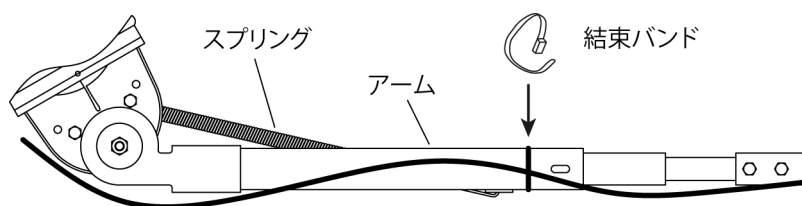

Fig.18
8) アームに付属の結束バンドで、ケーブルを固定してください。(Fig.18)